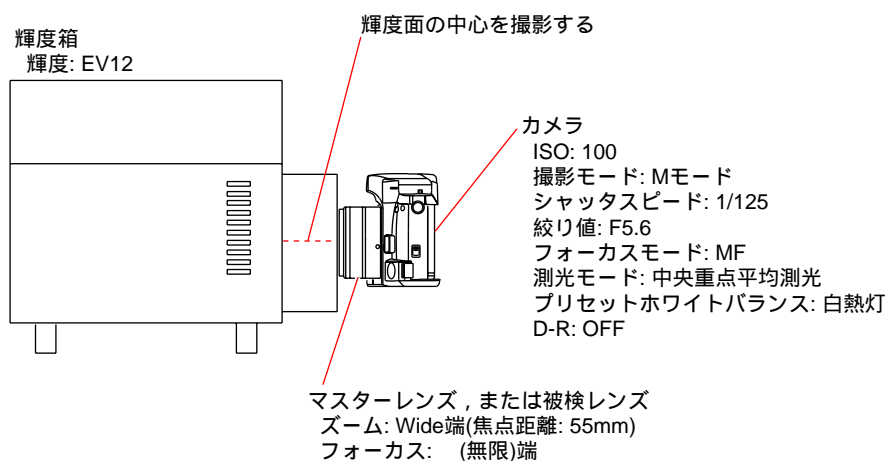

Fig.4-2-1
- 2) 使用機器，カメラおよび AE マスターレンズを Fig.4-2-1 のように設定する。